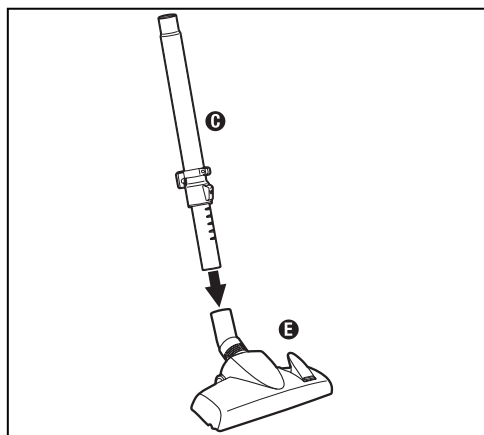

Fig.3
- Étape 3 :** Placez le suceur de sol **E** au bout du tube **C** ou **D** (Fig. 3).